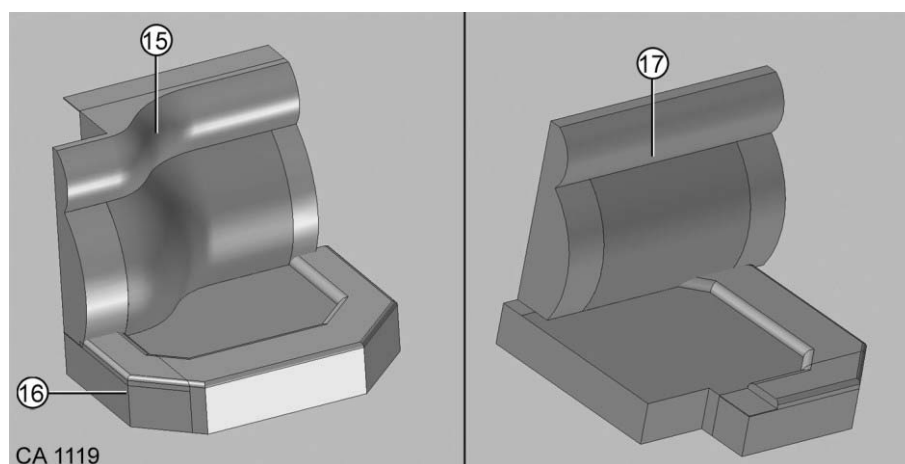

Fig. 25 Coussin d'appoint sur le modèle T
9. Sur le modèle I : Enlever le coussin dossier (Fig. 25/15).
10. Enlever le coussin avant (Fig. 25/16).
11. Placer le coussin dossier d'appoint (Fig. 25/17) contre le dossier relevé.